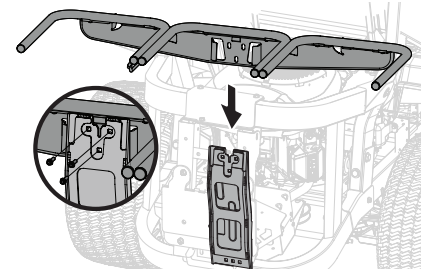

Figure 11
1. Fixez le support du sac à herbe (683-04498B) au support vertical avec 3 boulons de carrosserie (710-0276), 3 rondelles à collerette (736-0242) et 3 écrous autobloquants (712-04063) du kit de quincaillerie (689-02619). Voir Figure 11.